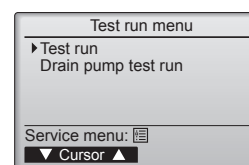

Fig. 7-2
- 2 Vælg "Test run" (testkørsel) fra Test run menu (testkørselsmenu), og tryk på knappen [VÆLG]. (Fig. 7-2)
7.3. Selvcheck (Fig. 7-2)